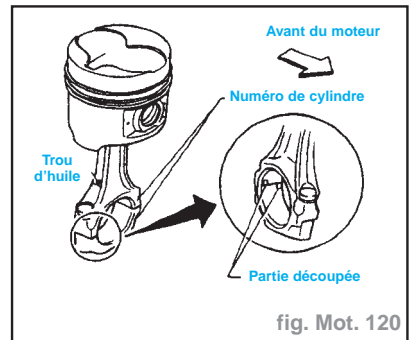

fig. Mot. 120
- Aligner les sens du piston et de la bielle (fig. Mot. 120).